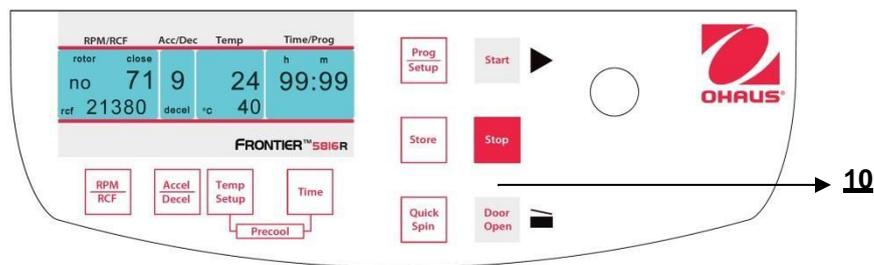

Abbildung. 30
Mit der Taste "**Stop**" (10) (siehe Abbildung 30) können Sie den Durchlauf jederzeit unterbrechen. Nachdem Sie die Taste gedrückt haben, wird sich die Zentrifuge mit der vorab ausgewählten Intensität bis zum Stillstand verlangsamen.